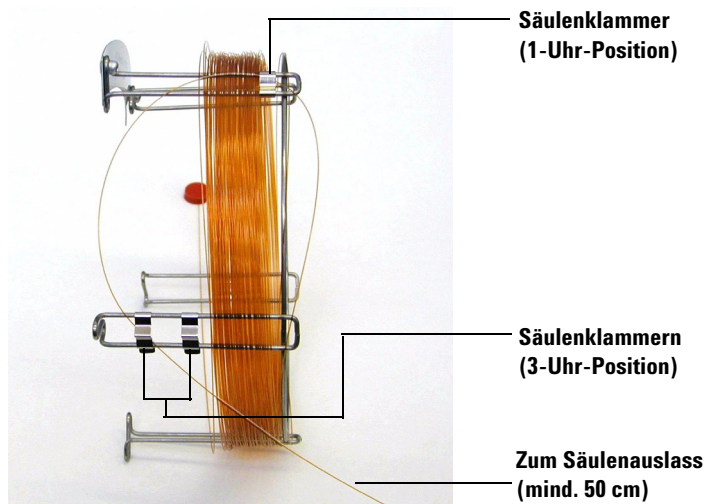

Abb. 6 Säule durch die 3-Uhr-Position geführt
- 5 Führen Sie jetzt die Auslassseite der Säule durch die Klammern an der 3-Uhr-Position, sodass der Säulenauslass in Richtung Rückseite des Säulenköfigs zeigt. Stellen Sie sicher, dass der Teil der Säule, der zwischen den beiden Klammern liegt, NICHT über die Säulenbezeichnung hinausragt. Siehe Abb. 6.